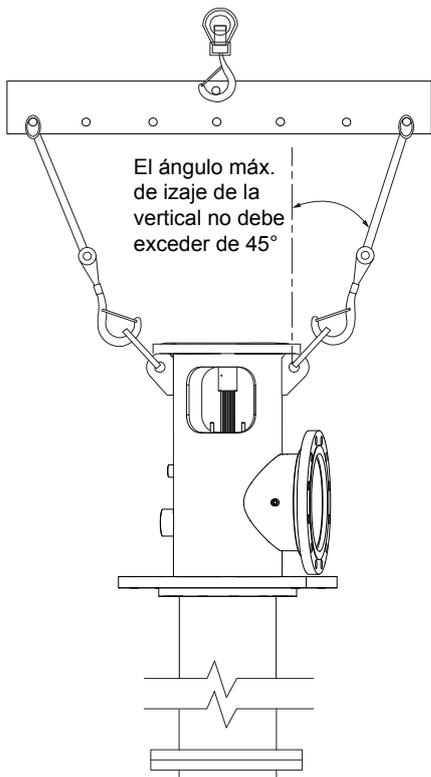
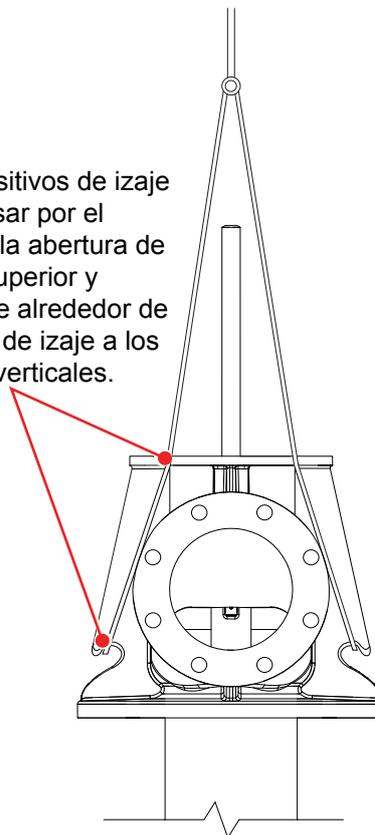

Figura 4-2: Izaje del cabezal fabricado
Figura 4-3: Izaje de cabezal fundido
- Los cabezales de descarga están equipados con orejas de izaje adecuadas para soportar todo el peso de la bomba. Por lo general se suministran dos o más orejas de izaje, se requiere un método de izaje con un mínimo de dos puntos (consulte Figura 4-2 en la página 16 para las cabezas fabricadas y Figura 4-3 en la página 16 para las cabezas de hierro forjado).
Los dispositivos de izaje (correas, cadenas, etc.) fijados a la bomba no deben exceder un ángulo de 45 grados respecto a la posición vertical. Exceder este ángulo puede sobrecargar la ubicación del izaje (consulte Figura 4-2 en la página 16).